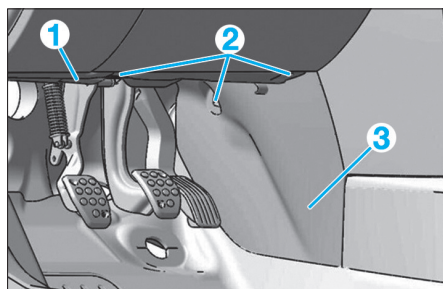

Fig. 18
- Déposer les agrafes (2), puis la protection (1) (Fig.18).